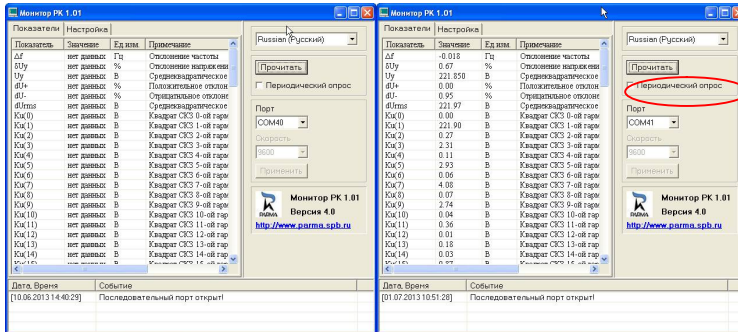

Рисунок 23
6.5.13 Убедиться, что регистратор осуществляет измерение параметров электрической энергии, в окне «Показатели» нажать на кнопку прочитать, должны измениться данные в столбце Значения, рисунок 23.
6.5.14 Активировать кнопку «Периодический опрос», рисунок 23 и нажать кнопку прочитать, убедиться, что параметры изменяются, регистратор осуществляет измерение параметров ПКЭ. Последовательность выводимой информации описана в структуре файла в приложении А.